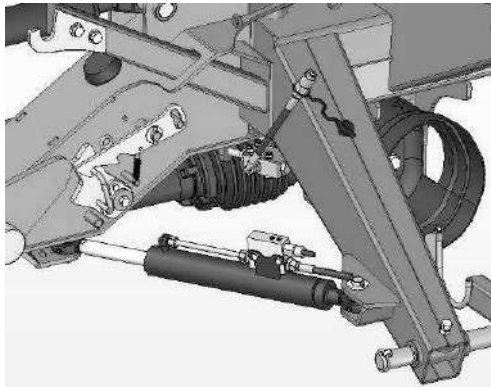
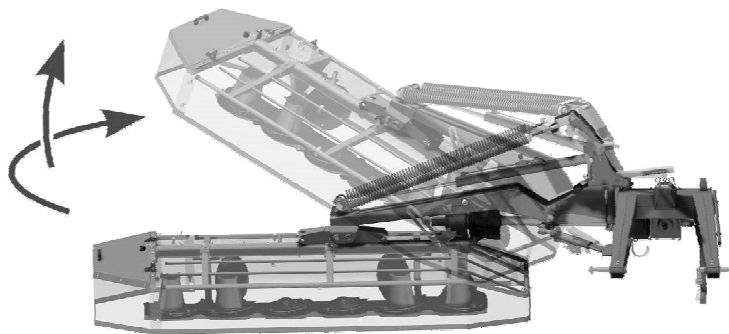

Рис. 12. Гидравлический предохранитель
Рис. 13. Одновременное отклонение косилки вверх и назад после задействования предохранителя
Гидравлический предохранитель обеспечивает механизм косилки перед наездом на невысокие препятствия (Рис. 12). В моменте столкновения с препятствием режущий механизм отклоняется назад на 30°, одновременно поднимаясь до макс. 70 см (Рис. 13). После объезда препятствия механизм автоматически возвращается в рабочую позицию.
- Верхней тягой **S** (Рис. 13) установить высоту скашивания. Удлинение тяги **S** увеличивает высоту скашивания, а укорочение уменьшает высоту скашивания.